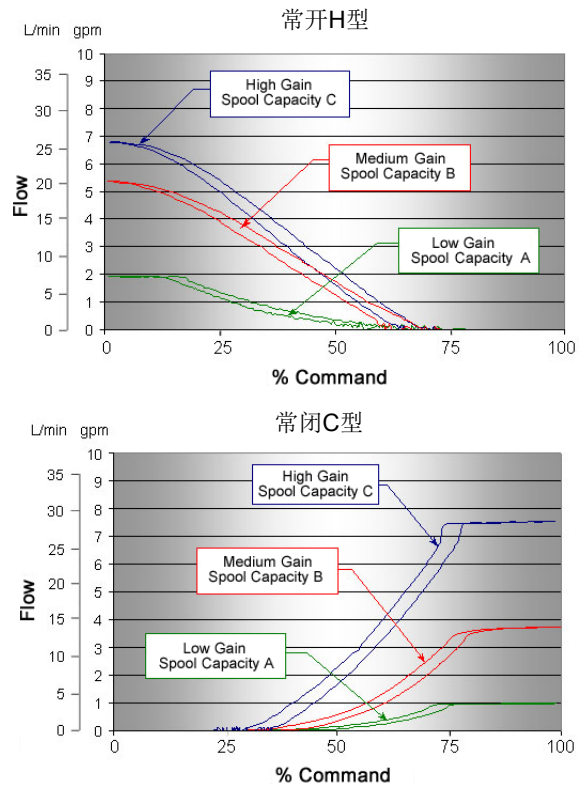

图 6.
- 在使用200psi(14bar)压力补偿器的情况下, 阀性能曲线。(见图6)(图7中的曲线是使用了其他压力补偿器的结果)